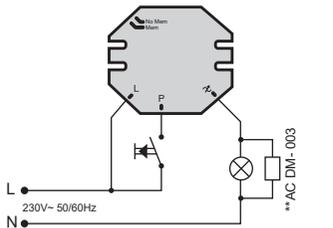

FIG. 1
**NOTE: If after an order to turn off the 230V LED lamp remains slightly turned on, it should be necessary to place the accessory AC DM- 003 (included in the box) in parallel to the lamp (Fig. 1).
**NOTE: Si, après un ordre d'éteindre la lampe LED 230V est légèrement allumée, vous devez placer l'accessoire AC DM- 003 (inclus dans la boîte) en parallèle à la lampe (Fig. 1).